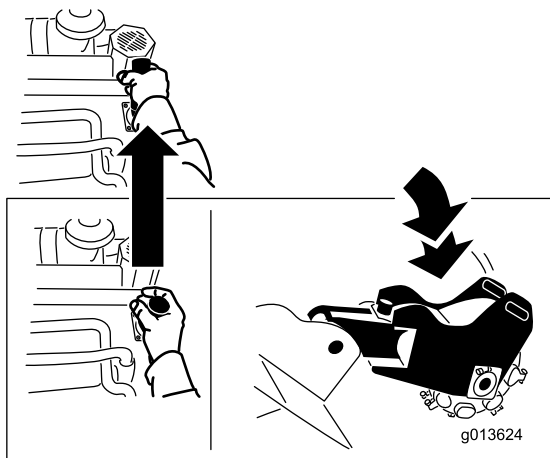

Figura 13
- Para bajar el desbastador, empuje la palanca hacia adelante (Figura 13).